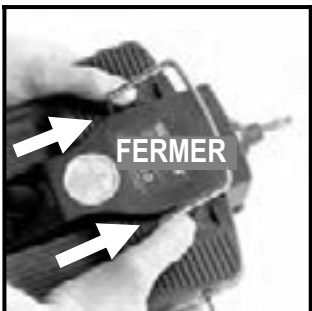

Fig. 9.4.1.4.
- Placez délicatement le couvercle avec un certain angle sur arrière du boîtier et veillez à ce que les deux ergots s'enclenchent correctement (flèche dans → fig. 9.4.1.3.).